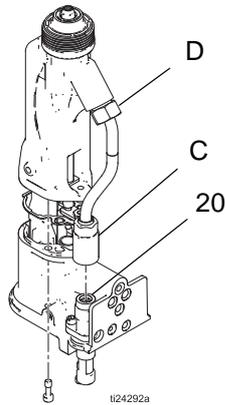

FIG. 15. Inline-Materialfilter reinigen
6. Den unteren Materialschlauchstutzen (P) und den Materialfilter (20) abnehmen. Siehe hierzu FIGURE 15. Den Filter in verträglichem Lösemittel reinigen.